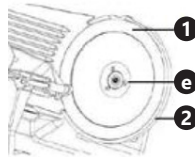

Imagen 7
- Para retirar la cuchilla suelte los tres tornillos de fijación (e) con un destornillador apropiado (imagen 7) y descuelgue el disco de corte con mucha precaución.